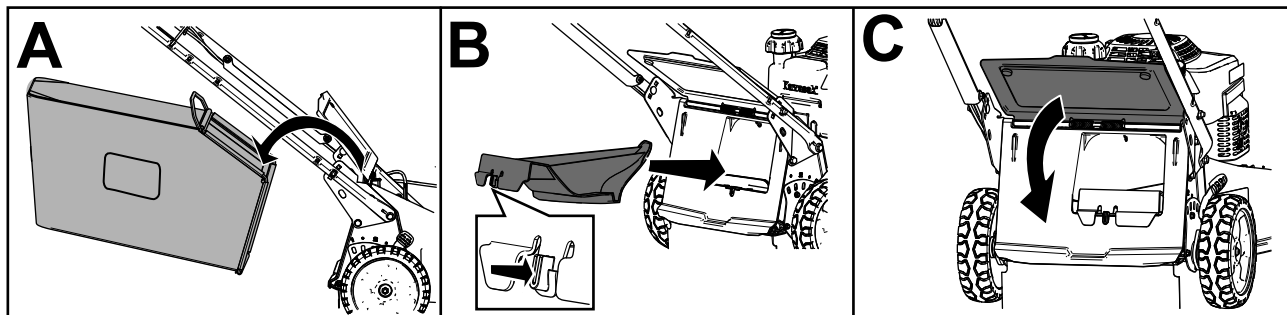

Рисунок 19
- Если травосборник находится на машине, снимите его; (вид А на Рисунок 19).
- Если задняя выпускная заглушка не установлена, возьмите заглушку за рукоятку, поднимите задний дефлектор и вставьте ее в желоб заднего выброса, пока защелка не зафиксируется на месте (вид В на Рисунок 19).
3. Выньте штангу травосборника из выемок в основании рукоятки (вид А на Рисунок 19).
4. Вставьте выпускную заглушку (вид В на Рисунок 19).
5. Опустите задний дефлектор (вид С на Рисунок 19).